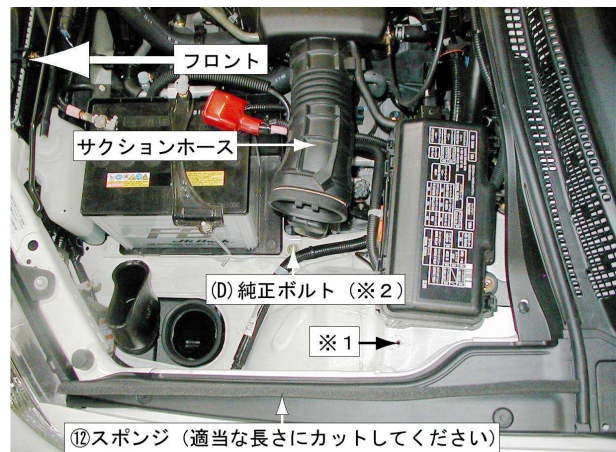
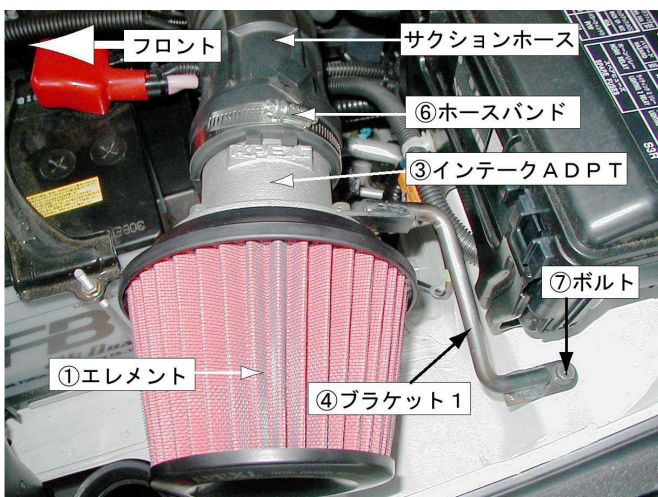

図3
図4
2. (D)純正ボルトを外してください。
3. ③インテークADPTをサクシジョンホースに差し込む際、下図4を参照し、サクシジョンホース先端の突起部が③インテークADPTのA' PEXi ロゴにあたるまで差し込んでください。
5. (B)エアインテークカバーを元に戻し、(A)クリップ2本で固定してください。
7. 図3を参照し、⑫スポンジを貼り付けてください。(⑫スポンジは上向きにて貼り付けてください。)